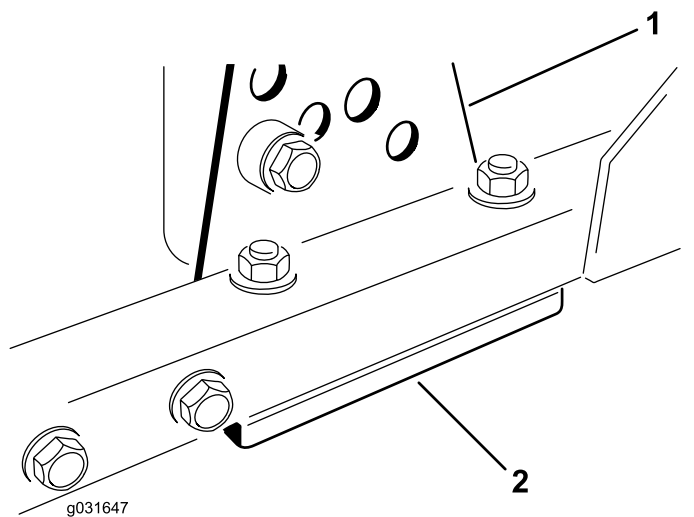

Bild 71
1. Entfernen Sie die Schnitthöhen-Einstellhalterung (vorne, links oder rechts) vom Mähwerkrahmen (Bild 71).
2. Führen Sie 1,5-mm- und/oder 0,7-mm-Beilagscheiben zwischen dem Mähwerkrahmen und der Halterung ein, um die gewünschte Schnitthöhe zu erhalten (**Bild 71**).
3. Bringen Sie die Schnitthöhen-Einstellhalterung am Mähwerkrahmen mit den restlichen Beilagscheiben unter dem Bügel an (**Bild 71**).